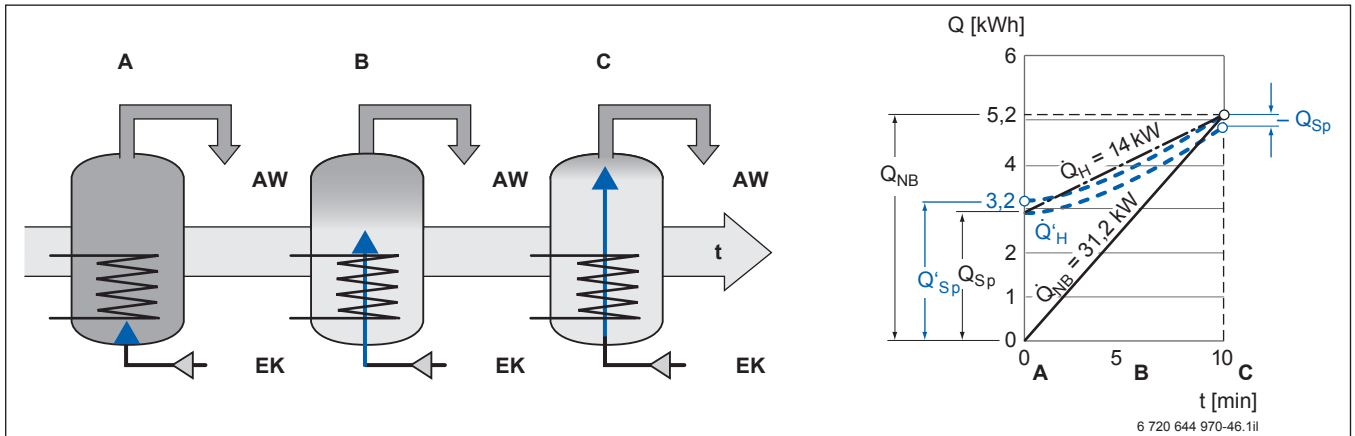

Bild 59 Funktionsprinzip Speichersystem: Zapfung und Aufheizung mit Bedarfsdefizit im Wärmeschaubild
Zu Beginn der Entnahme aus dem voll durchgeladenen Speicher liegt der Wärmetauscher im temperierten Wasser und kann daher nicht seine volle Leistung abgeben (→ Bild 59, Seite 87, Pos. A). Während der Entleerung (Pos. B) nimmt die Übertragungsleistung zu. Am Ende der Entnahme (Pos. C) ist der Speicher temperiert mit:
Überträgt man diese Situation ins Wärmeschaubild, ist ein Bedarfsdefizit ( $-\dot{Q}_{Sp}$ ) zu erkennen, das durch eine entsprechende Vergrößerung von  $\dot{Q}_{Sp}$  ausgeglichen werden muss. Im Wärmeschaubild ist dazu die Heizlinie  $\dot{Q}'_H$  parallel so zu verschieben, dass sie auf den Bedarfspunkt ❶ trifft (→ Bild 59, Seite 87). Am Schnittpunkt ❷ mit der Ordinatenachse ist die korrigierte Speicherkapazität  $\dot{Q}'_{Sp}$  ablesbar.